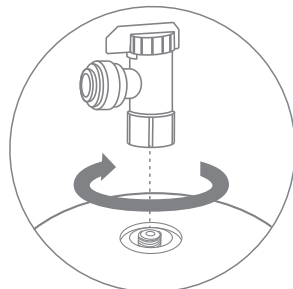

Рис. 26
3. Удалите транспортную заглушку, которая закрывает резьбовой штуцер подключения воды, проверьте наличие уплотнительной шайбы у основания штуцера. Накрутите вентиль на резьбовой штуцер бака, используя идущую в комплекте уплотнительную шайбу (рис. 26). Запрещается применение дополнительных уплотнительных материалов, таких как фумлента, сантехнический лен, герметик.